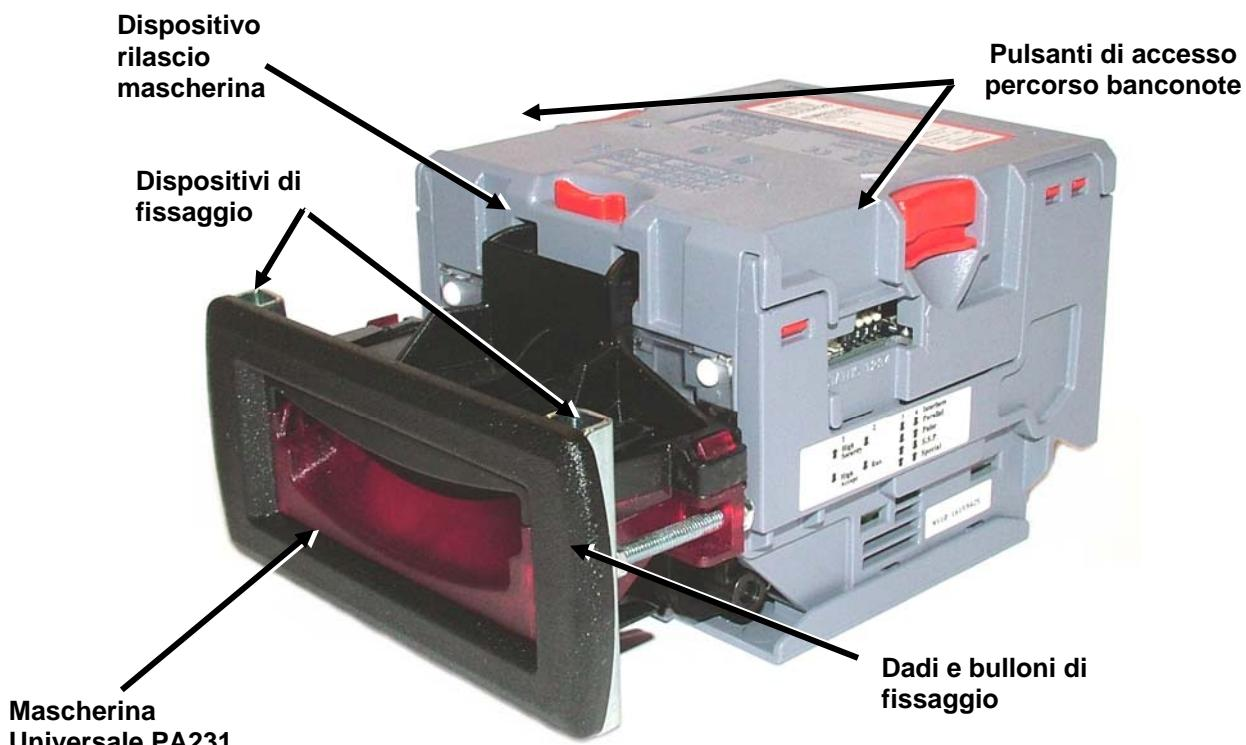
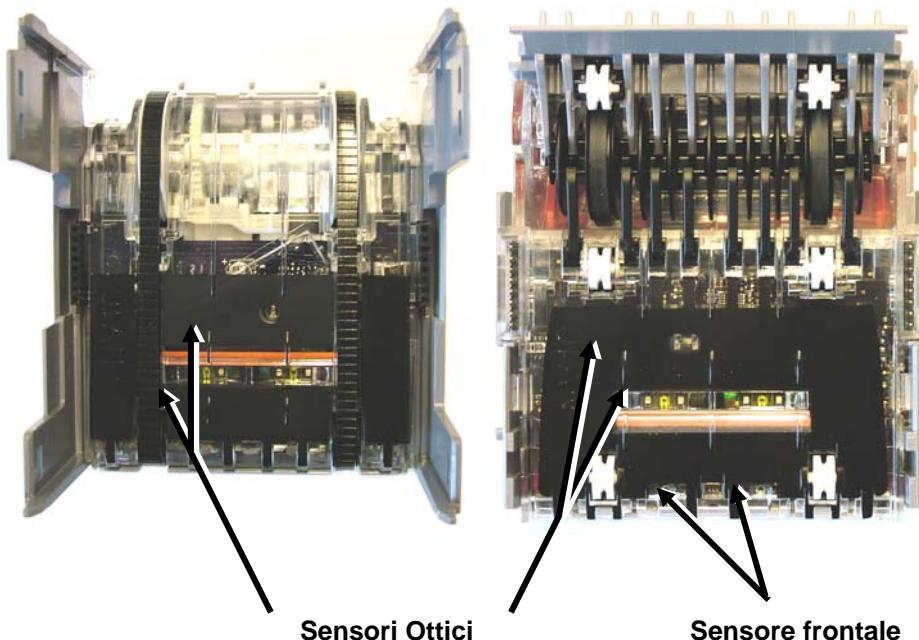

Figura 9 –Installazione mascherina e NV10
Figura 10 – Sensori NV10
Il Lettore NV10 viene fornito con la Mascherina Universale- PA231 (vedi figura 9).
- Togliere i 4 dadi, 2 fermi metallici, le rondelle a stella e 2 bulloni da ciascun lato della mascherina come sopra (vedi figura 9).
Togliere l'NV10 dalla mascherina. Premere I due Pulsanti di Accesso rossi Percorso Banconote sui lati dell'NV10 verso il basso e successivamente verso l'interno verso il corpo dell' NV10 (vedi figura 9) e sollevare per esporre I percorsi banconote, posizionarli su una superficie pulita e asciutta. Adesso il percorso banconote è pronto per la pulizia (vedi figura 10).
Strofinare con cura le superfici con uno straccio morbido senza sfilacciature imbevuto precedentemente con acqua e soluzione detergente neutra (es. detersivo per lavare i piatti). Fare particolare attenzione attorno a tutte le lenti dei sensori (vedere figura 10), controllando che siano pulite e asciutte. Rimuovere eventuali residui metallici che potrebbero essere attaccati al sensore magnetico.
- Con i percorsi banconote NV10 esposti (vedi figura 10) posizionare l'apparecchiatura su una superficie pulita e asciutta.